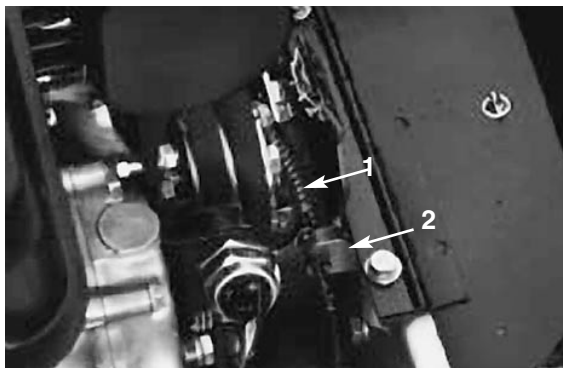

Figure 36
2. Desserrer la fixation du capot de la courroie trapézoïdale et ouvrir le capot (Fig. 36).